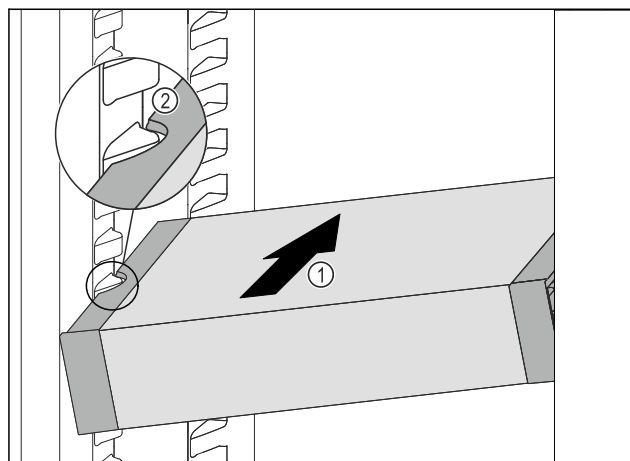

Fig. 150
- Insérer le VarioSafe en biais dans la partie réfrigérateur Fig. 150 (1) jusqu'à ce que les encoches latérales Fig. 150 (2) du VarioSafe se trouvent à la hauteur de la nervure du bac dans la partie réfrigérateur.